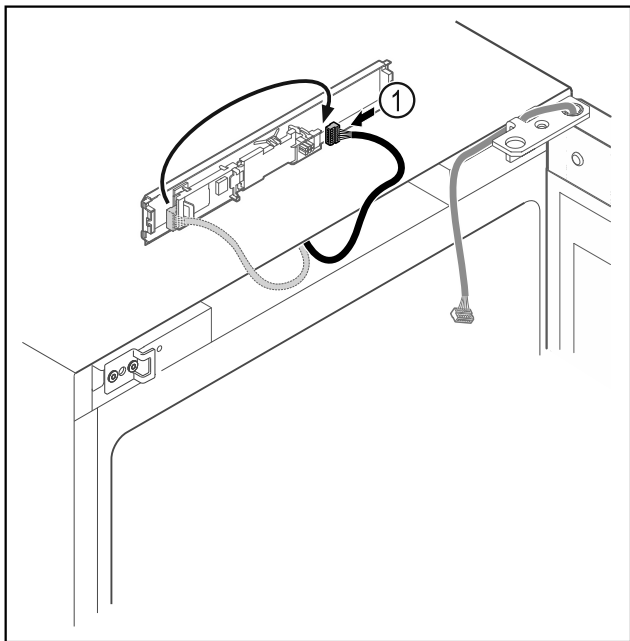

Fig. 17
- Pārspraudiet spraudni Fig. 17 (1) uz shēmas plati.